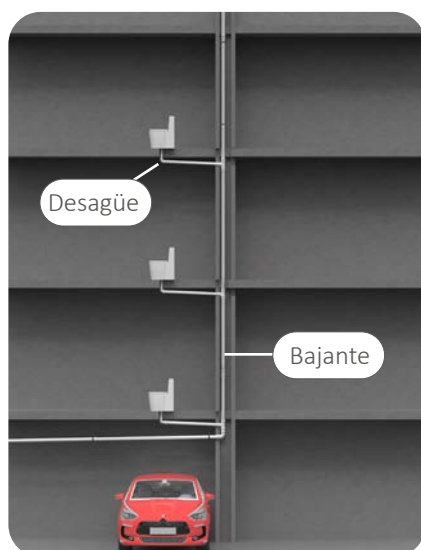

Figura 6. Esquema ventilación primaria
- Mediante instalación de válvula de aireación. (Figura 6).